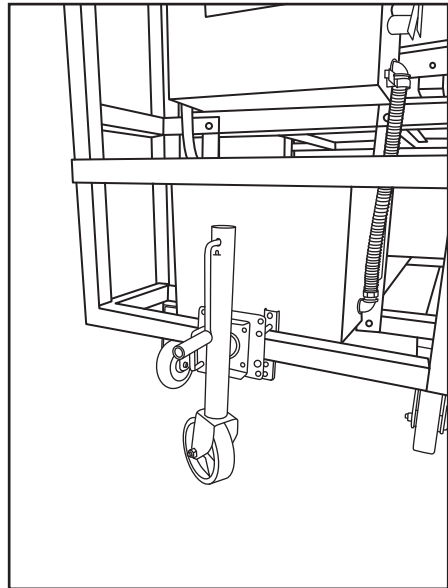

Figura-8
2. Alinea el soporte del enganche con el centro de la pieza transversal más baja del armazón, como se muestra en la Figura 8.